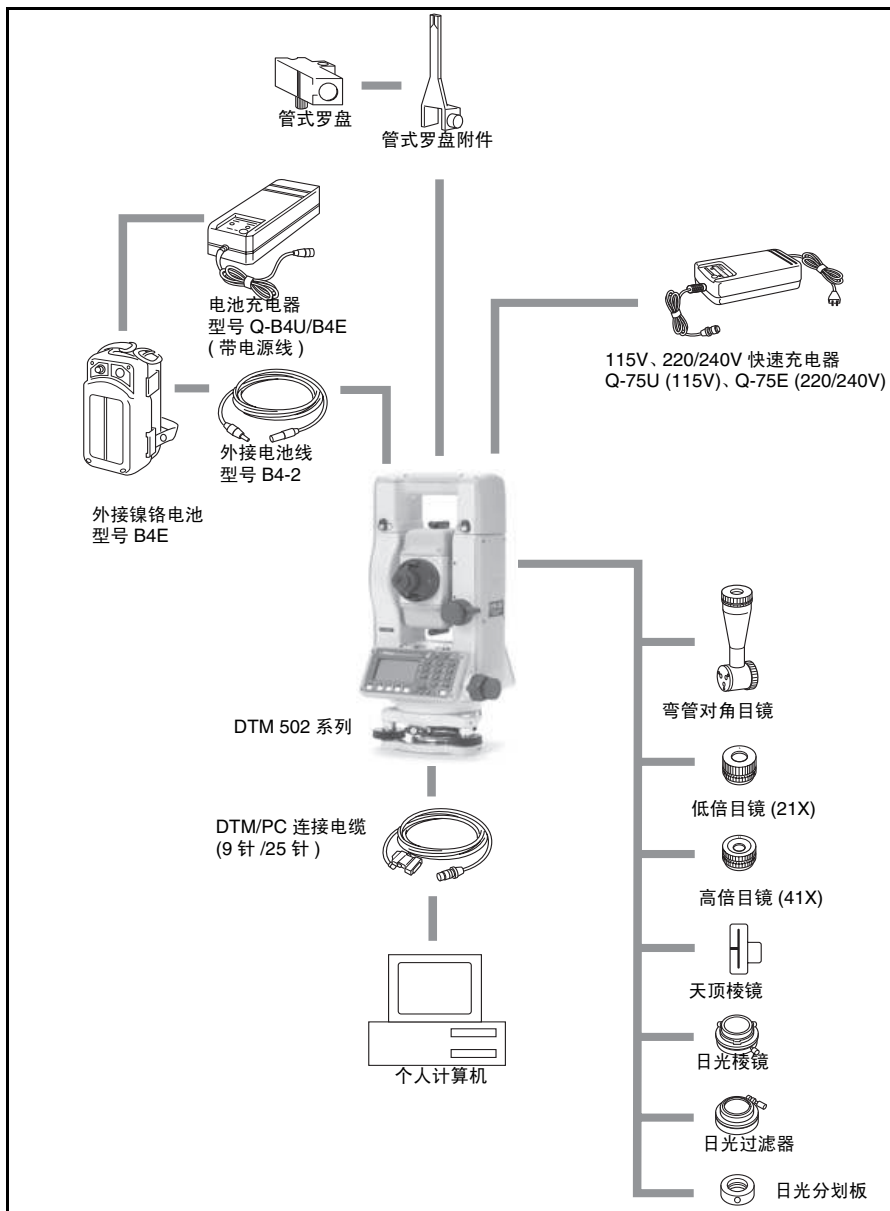

图 8.1 测量侧
**注意** - 如果不按照图 8.1 和第 8-194 页所示的方法连接，使用本插头的风险由您自己承担。